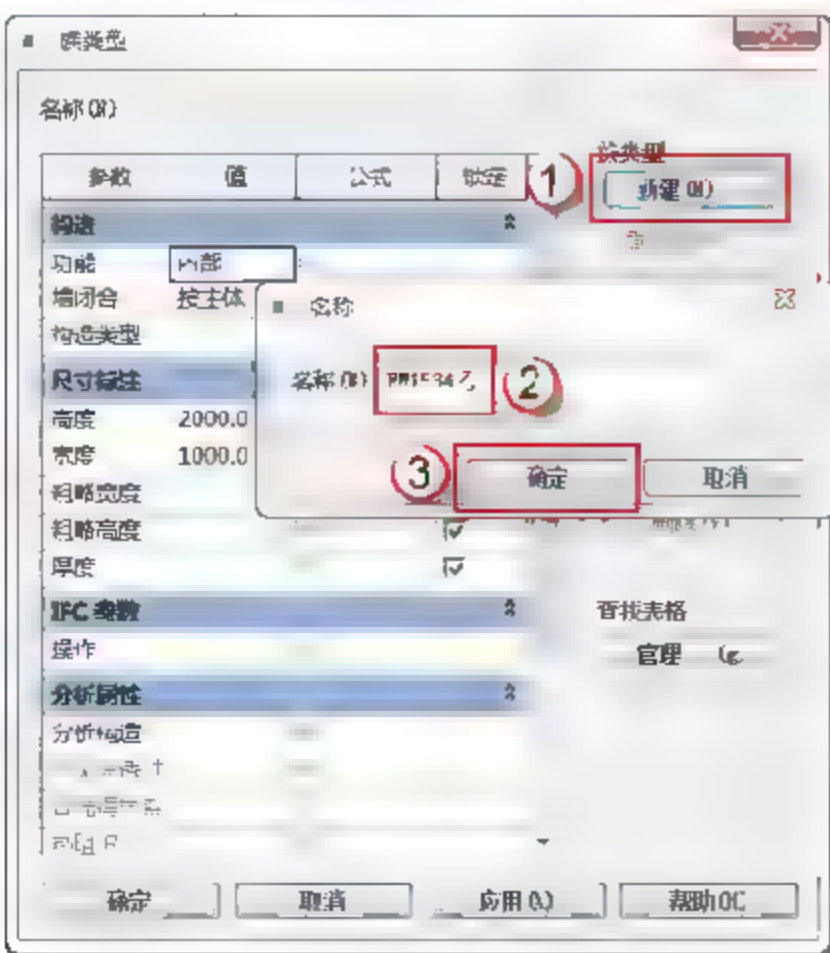

图 6.2.4 创建“FM1534 乙”
(3) 新建族类型。单击“族类型”按钮，在弹出的“族类型”对话框中单击“新建”按钮，弹出“名称”对话框，输入“FM1534 乙”字样，单击“确定”按钮，如图 6.2.4 所示。